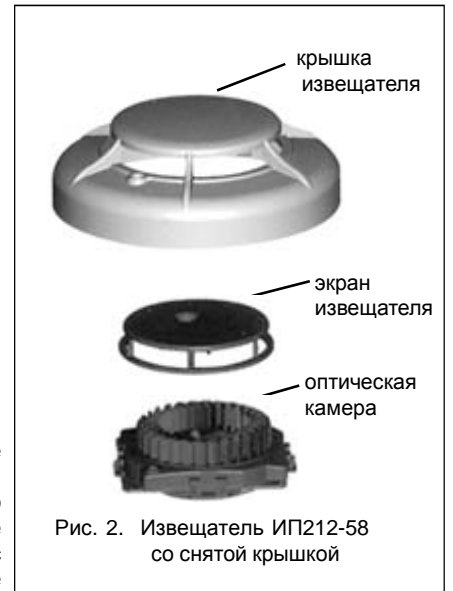

Рис. 2. Извещатель ИП212-58 со снятой крышкой
2. Снимите крышку извещателя (рис. 2), для чего при помощи отвертки с плоским шлицем осторожно ослабьте каждую из четырех защелок, которые удерживают плату извещателя внутри крышки.